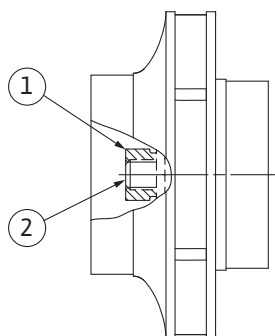

Fig. 106: A járókerékanyája megfelelő helyzete a telepítés után
8. Tartsa erősen a tengelyt egy csavarkulccsal (kulcsszélesség: 22 mm) és a járókerék anyáját az előírt meghúzási nyomatékmal húzza meg (lásd „Meghúzási nyomatékok” [▶ 29] táblázatot). Az anyának (Fig. 106, 1. poz.) kb.  $\pm 0,5$  mm-re illeszkednie kell a tengelyvéghez (Fig. 106, 2. poz.). Ellenkező esetben lazítsa ki az anyát, és ismételje meg a 4 – 8. lépéseket.